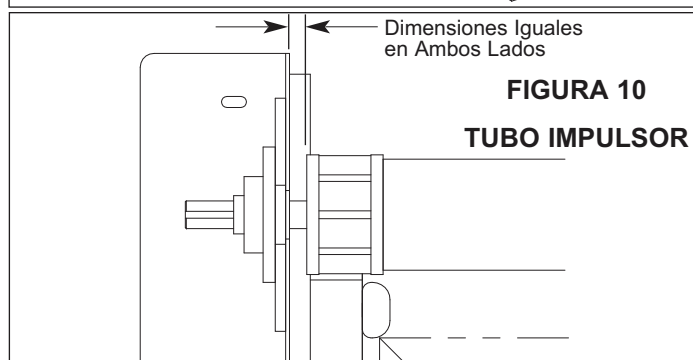

FIGURA 10
4. Medir desde la parte inferior de las placas de montaje para darle la cara al engranaje impulsor. Las dimensiones deben ser iguales en ambos lados. Cuando la distancia sea igual, apretar los tornillos de los cojinetes, Figura 10.